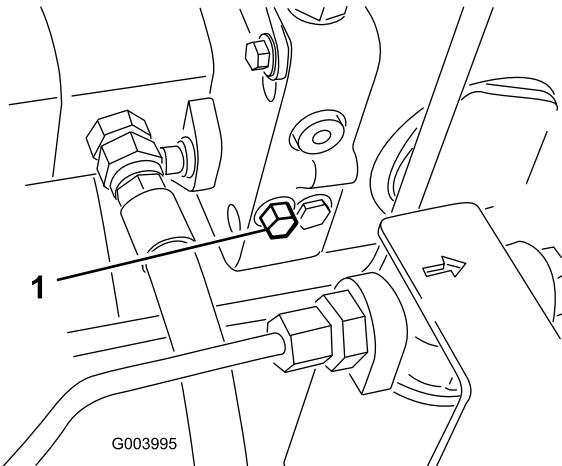

Figura 72
- Rode o parafuso da válvula de derivação 1-1/2 voltas para abrir para permitir a passagem do óleo internamente (Figura 72).